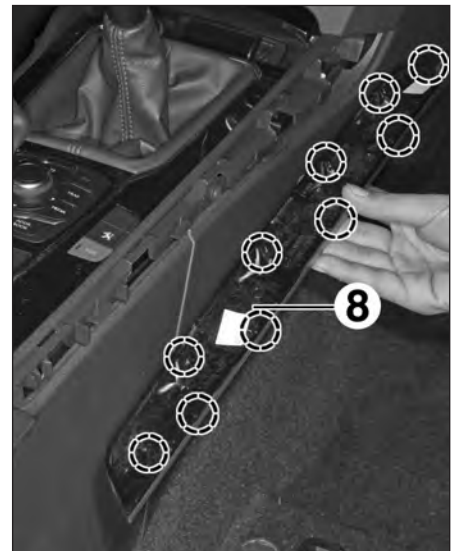

FIG. 17
- Dégrafer l'enjoliveur latéral (8) aux endroits indiqués à l'aide d'un outil plat non tranchant (Fig.17).